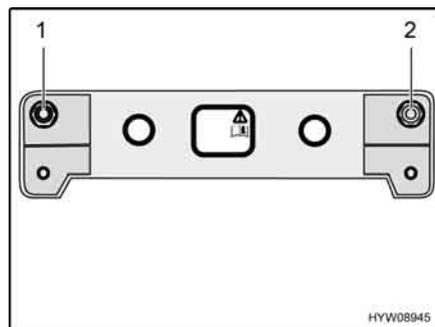

Fig. 23 Valvole di riempimento di emergenza
Nel vano motore sono installate due valvole di riempimento di emergenza (Fig. 23, 1 e 2) su una lamiera di sostegno. Queste valvole sono collocate in modo che in base alla loro posizione (nel senso di marcia) possano essere associate ai lati delle molle pneumatiche. Inoltre sono contrassegnate.
- Riempire uniformemente con aria compressa le valvole di riempimento di emergenza (Fig. 23, 1 e 2) presenti su entrambi i lati, fino al raggiungimento del livello di marcia normale del veicolo.